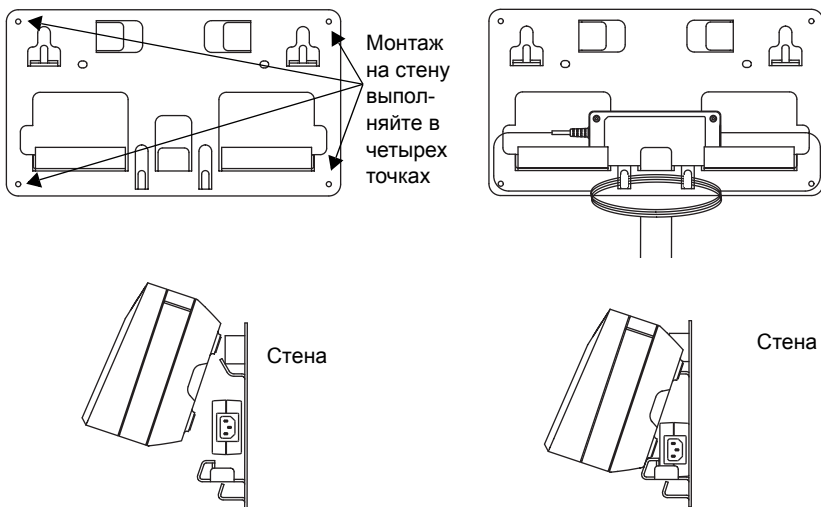

Рис. 29. Крепление многоместного зарядного устройства к настенному кронштейну
4. Установите многоместное зарядное устройство в настенный кронштейн как показано на Рис. 29.